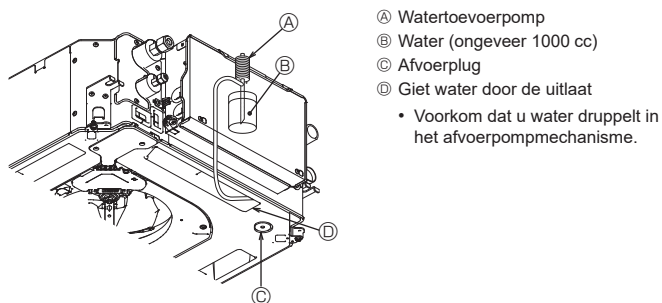

Fig. 8-6
8.4. Controle van de drainage (Fig. 8-6)